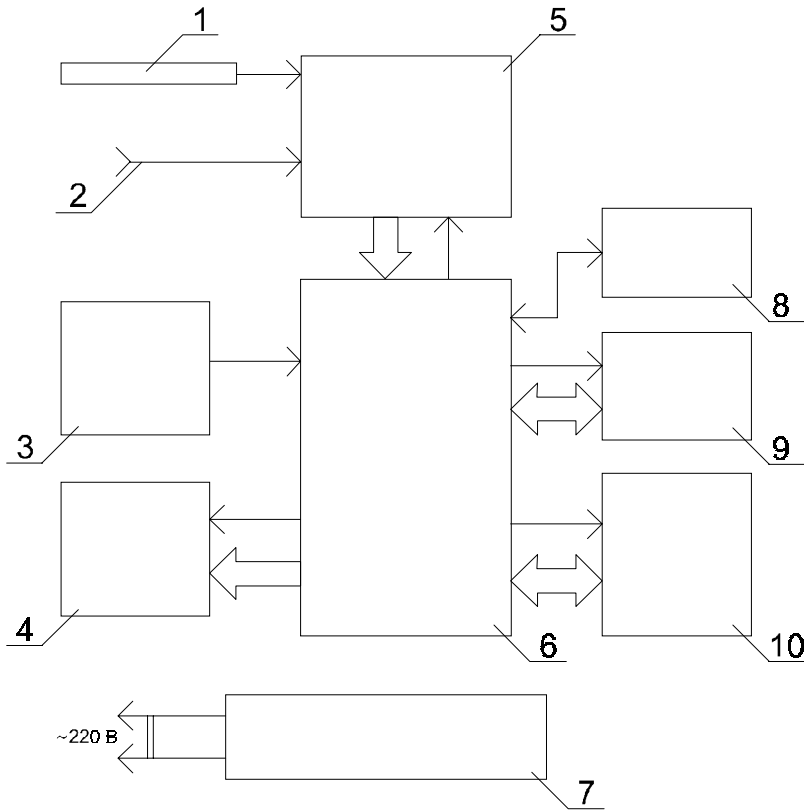

Рис.6. Прибор МУЛЬТИТЕСТ ИПЛ-311. Схема функциональная.
3.2.2. Функциональная схема прибора приведена на рис.6.